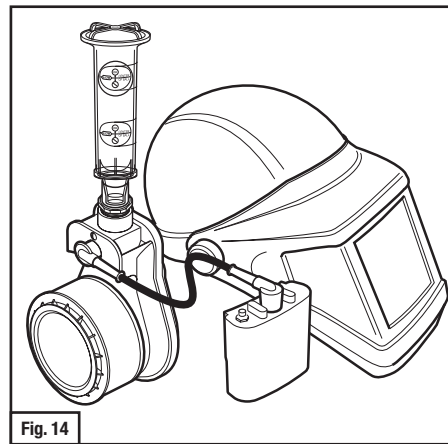

Fig. 14
- a. Adaptador L-181: Introduzca en el conector de vinilo (Fig. 14) y sostenga verticalmente.